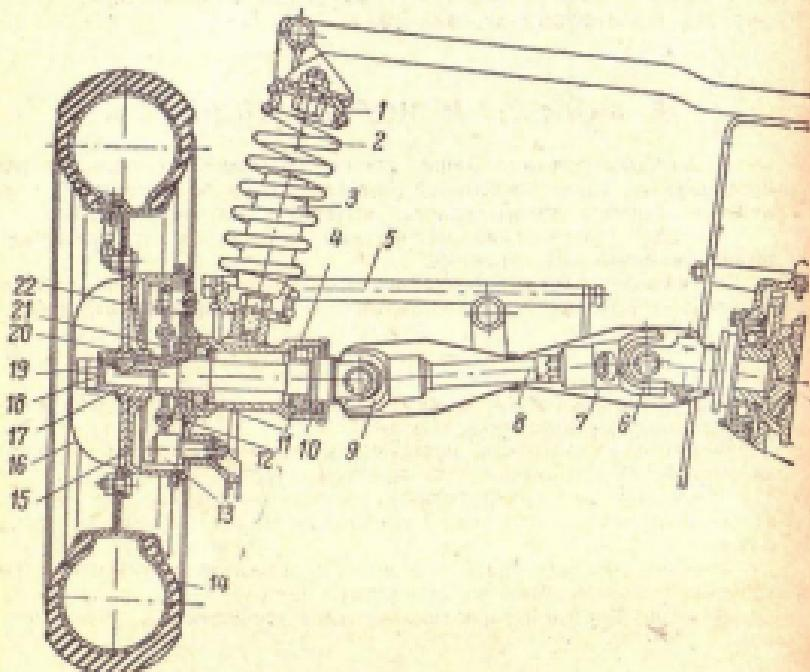

Рис. 156. Привод и подвеска задних колес мотороллера ТГ-200:
**Привод задних колес.** Привод задних колес (рис. 156) осуществляется от дифференциала через карданные передачи, каждая из которых включает в себя ведущую полуось 8 и два карданных шарнира 6 и 9, закрытых защитным чехлом 7. Ведущая полуось соединена с ведомой полуосью 18, вращающейся в двух роликопод-
(рис. 156) с резиновыми буферами 3. Каждый балансир шарнирно соединен с коробкой рамы, внутри которой крепится редуктор главной передачи и дифференциала. Каждая пружина установлена в двух чашках 1. Резиновые буфера предназначены для ограничения сжатия пружин и предохранения их от сжатия до соприкосновения витков.